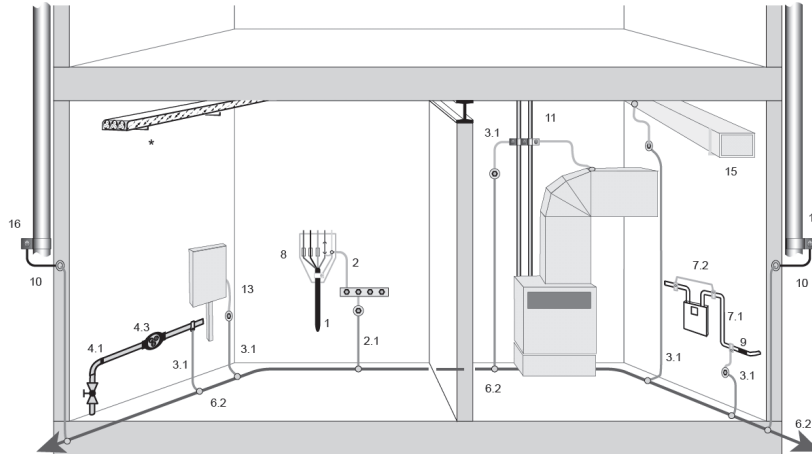

Fig. 4.1.1.3.1.2.1 Schutz-Potenzialausgleich
- 6.2 Fundamenterder oder gemäss Variante a, b oder d nach Fig. 4.1.1.4.1.1